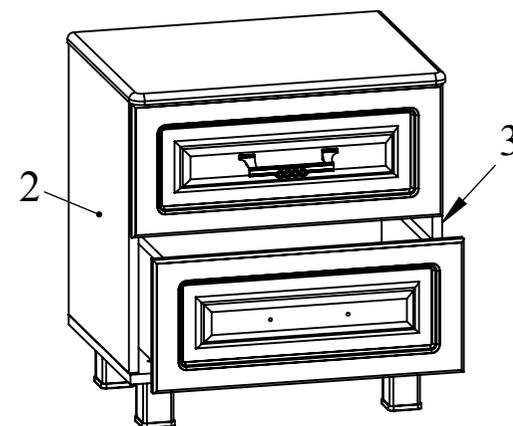

Рис.9
14. Ящики установить на направляющие боковин 2, 3 (Рис. 9).